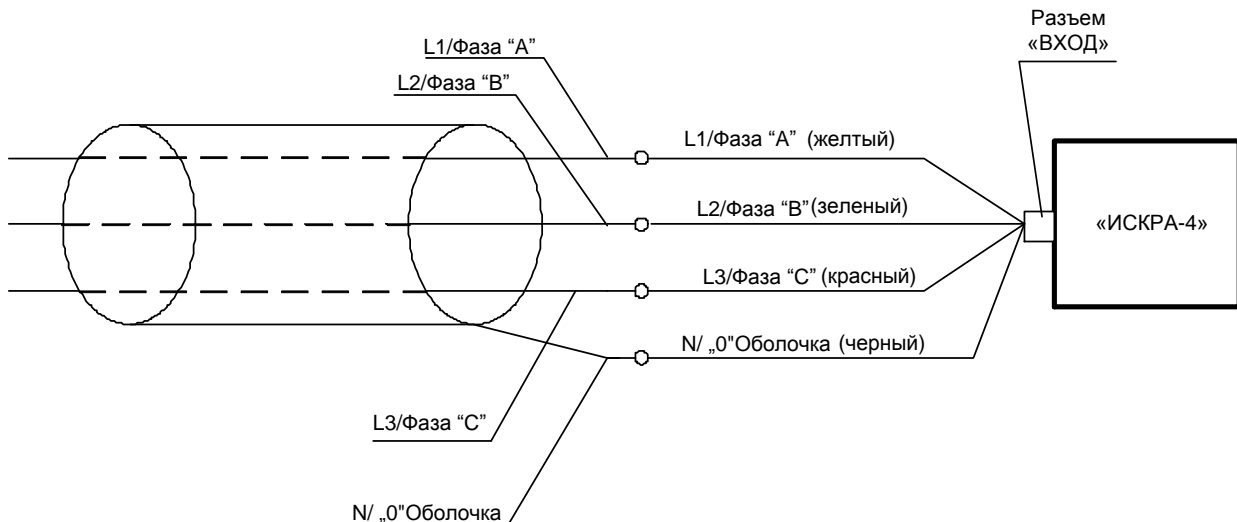

Рис. 14.
Подключить разъем рефлектометра «ВХОД» с помощью кабеля соединительного низковольтного (Раздел 3, п.4) непосредственно к выводам испытуемого кабеля, соблюдая маркировку (Рис. 14).
Для выполнения простых измерений (без сохранения и обработки результатов измерений) достаточно подключить прибор, как показано на рис.14 и кратковременно нажать кнопку 3 рис.1 (Вкл/Выкл) на лицевой панели прибора. При этом прибор сразу переходит в режим измерений фазы А(L1) относительно оболочки (N). По умолчанию установлены такие параметры зондирующего импульса: